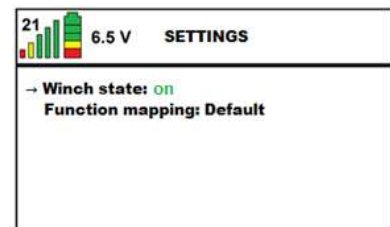

Abbildung 46
- Öffnen Sie anschließend **Settings**, indem Sie die Taste ✓ drücken. Setzen Sie dann den Pfeil im Bildschirm vor **Winch state**. Benutzen Sie hierzu die Taste (▼). Drücken Sie anschließend die Taste (►), um **Winch state** auf **ON** zu setzen (siehe *Abbildung 46*).